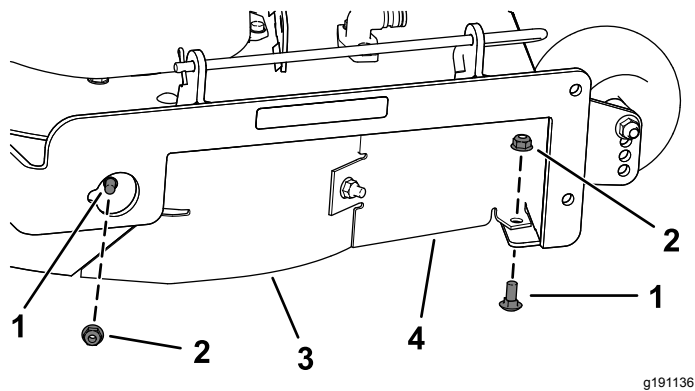

Bild 13
7. Entfernen Sie die zwei Schlossschrauben (5/16" x 3/4") und zwei Sicherungsmuttern (5/16"), mit denen das montierte rechte Ablenkblech und die Schutzvorrichtung des Ablenkblechs am Mähwerk befestigt sind (Bild 13).